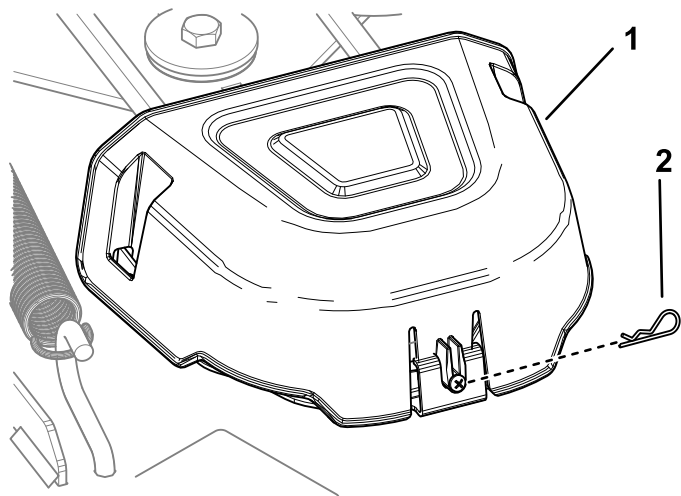

図 51
4. ヘアピンコッターを外し、プーリカバーについているタブを押し込んでカバーを外す 図 51。